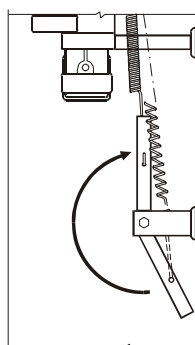

Bild 2. Fjäderspännare i övre läge med ospänd detektorvajer.
- Lyft fjäderspännaren till övre läge så att detektorvajern slakar. Se bild 2.